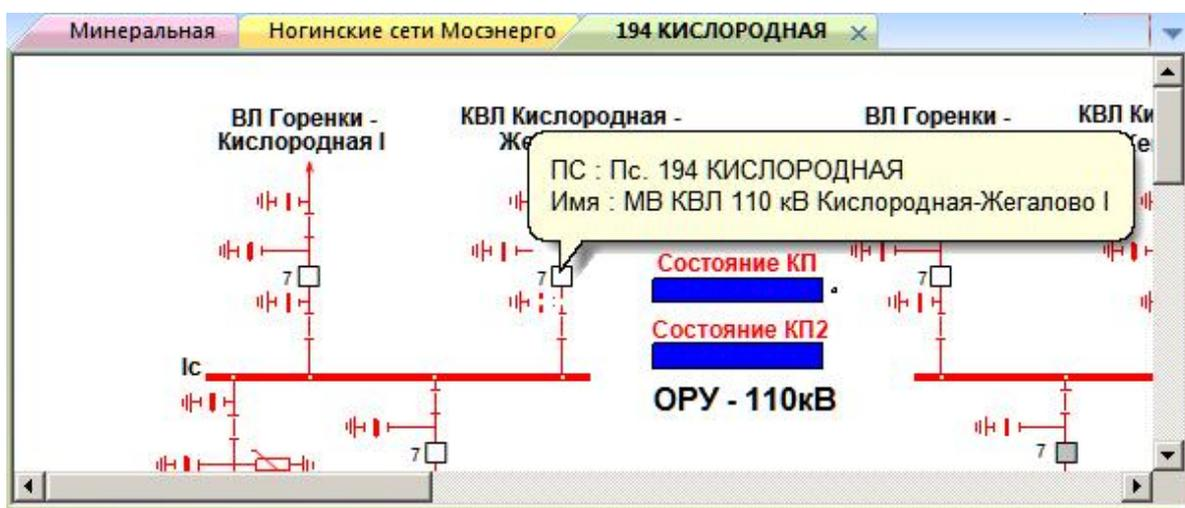

Рисунок 147 – Вид подсказки для активного графического элемента
- изменение изображения курсора с  на  с выводом текст подсказки во всплывающем окне (рисунок 147);